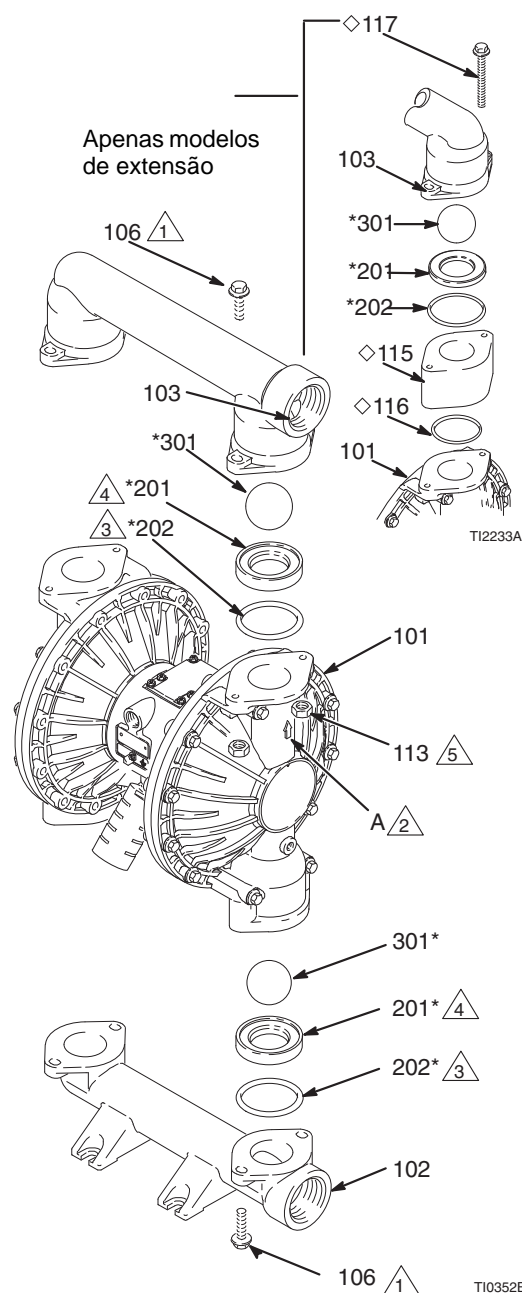

FIG. 10
**NOTA:** Para garantir um encaixe correto das esferas (301), substitua sempre os apoios (201) quando substituir as esferas.
**NOTA:** (Extensão Versão) Para garantir uma vedação correta da extensão (115), substitua sempre os o-rings (116) quando substituir as esferas.
3. Utilizando uma chave de caixa de 10 mm, remova as quatro cavilhas (106) que unem a tubagem de saída (103) às tampas de produto (101). Consulte a Fig. 10.
4. Remover as sedes (201), as esferas (301) e os o-rings (202) da tubagem.
**NOTA:** Alguns modelos não utilizam o-rings (202).
5. Rode a bomba ao contrário e retire a tubagem de entrada (102). Remova as sedes (201), as esferas (301) e os o-rings (202) das tampas do produto (101).
2. Volte a montar pela ordem inversa, seguindo todas as notas na FIG. 10. Assegure-se de que os retentores de esfera são montados **exatamente** como mostrado. A setas (A) nas tampas do líquido (101) **têm** de apontar para o coletor de saída (103).